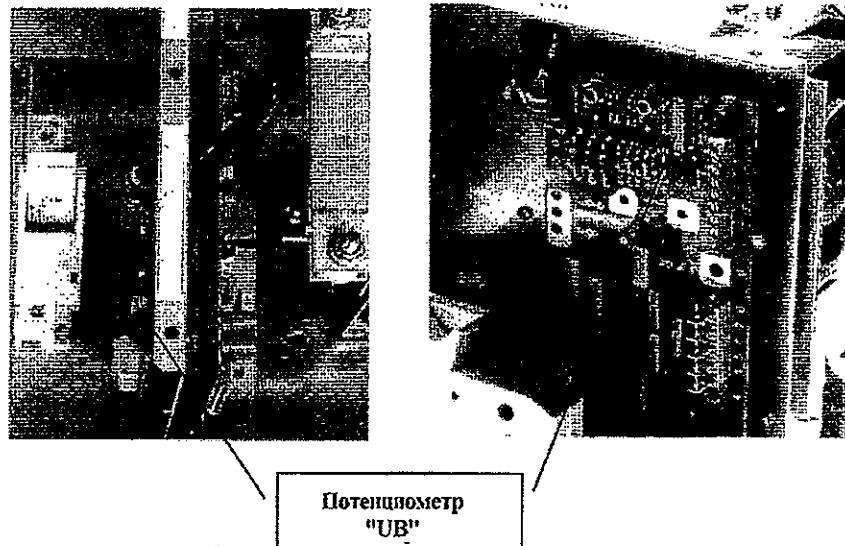

Рисунок 8 – Расположение потенциометра "UB" на плате 833
2.6.1.3 Установить значение выходного напряжения подзаряда потенциометром "UB", расположенным на плате 833 в НРТ (рисунок 8) и 827 в НР. Величина напряжения подзаряда должна соответствовать параметрам аккумуляторной батареи и определяться по формуле: